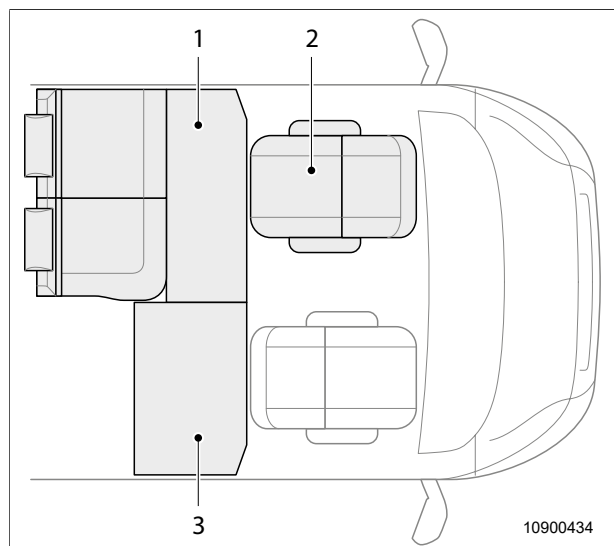

Fig. 30 Trasformare la dinette in un letto per ospiti 2
1. Ruotare il sedile del conducente (Fig. 30, pos. 2). Lo schienale è rivolto verso il parabrezza.
2. Spingere il sedile del conducente (Fig. 30, pos. 2) fino alla battuta nella direzione del volante
11. Mettere l'imbottitura (Fig. 30, pos. 1 e 3) sul tavolo e sul sottotelaio.